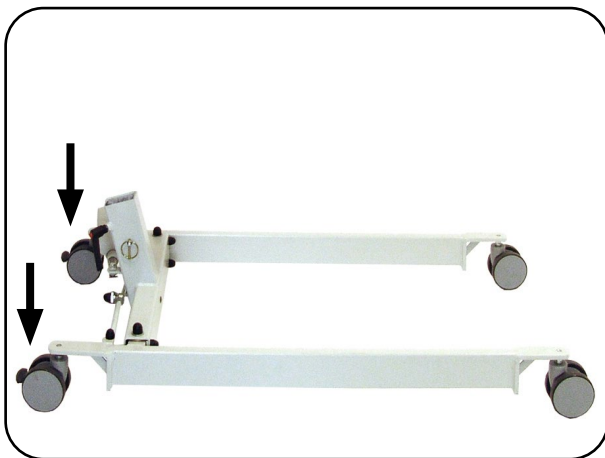

Abb. 6.2.01 - Fahrgestell
2. Stellen Sie das Fahrgestell mit den Laufrollen auf den Boden (Abb. 6.2.01).
3. Bremsen Sie die beiden hinteren Laufrollen an der Bedienerseite, durch Betätigung des Tritthebels (Abb. 6.2.01); siehe Kapitel Bedienung Abschnitt **Laufrollen**.
19. Lösen Sie die Bremsen der hinteren Laufrollen an der Bedienerseite durch Betätigen des Tritthebels (Abb. 6.2.01); siehe Kapitel Bedienung Abschnitt **Laufrollen**.